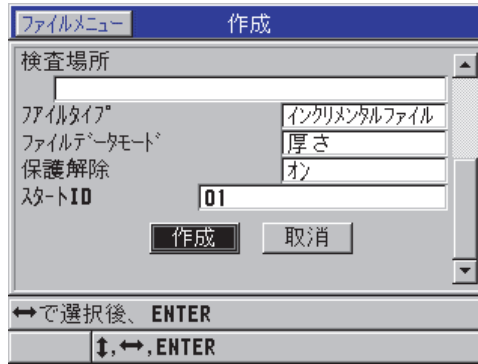

図 6-18 インクリメンタルファイルタイプのための作成画面
2. 作成画面で、以下の操作を行います（98 ページの図 6-18 を参照）。